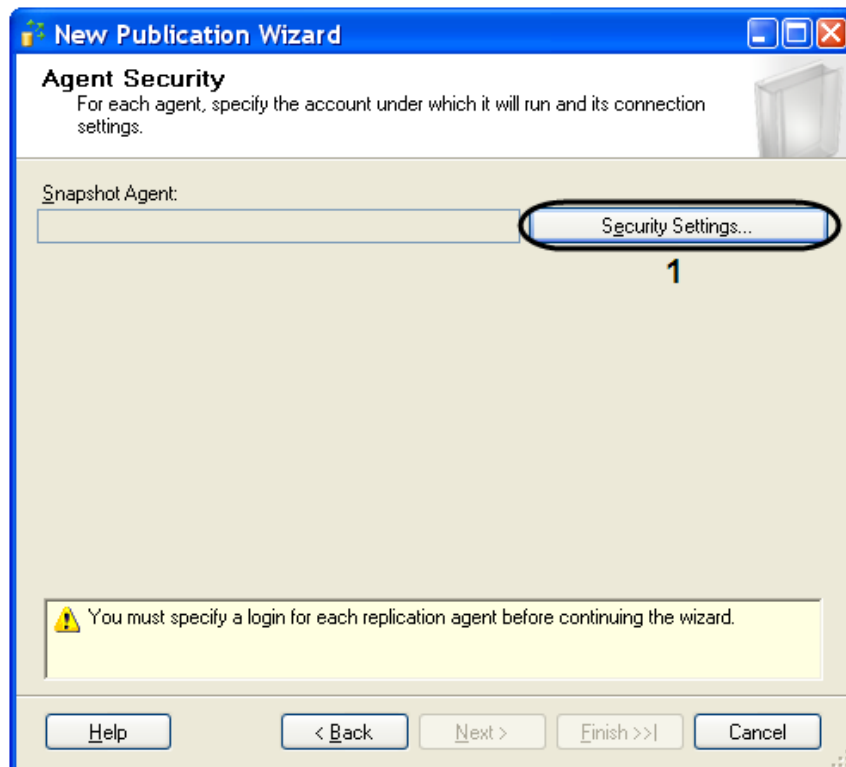

Рис. 11.3-8. Agent Security
- 10.12. Перейти на вкладку агента моментальных снимков- «Agent Security» и нажать кнопку «Security settings» (Рис. 11.3-8, 1).